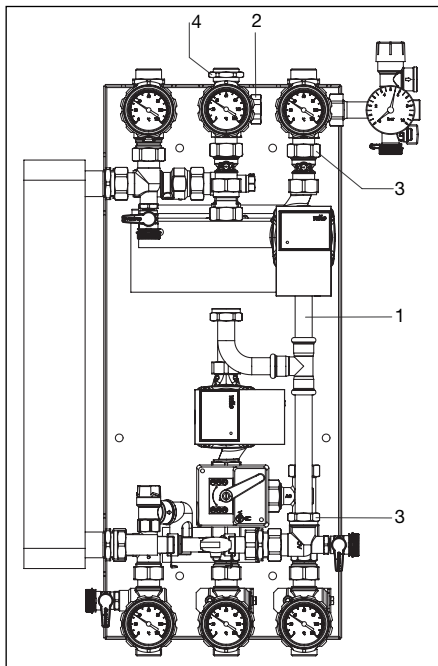

Fig. 5.2 Montez le circuit solaire secondaire
2. Montez les nouveaux composants du circuit solaire (fig. 5.2)